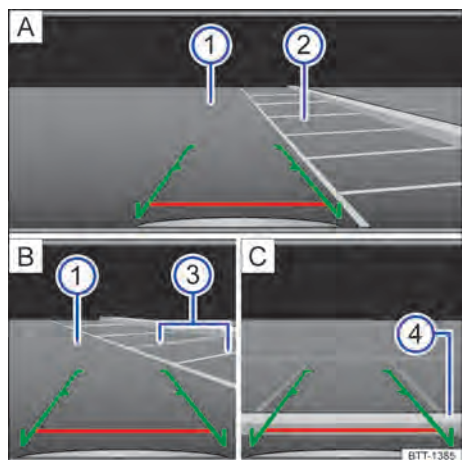

Fig. 95 Exibição do display do rádio ou do sistema de navegação: entrar na vaga de estacionamento com a câmera de marcha a ré (representação esquemática).
Legenda para exibição do display → Fig. 95:
2.	Posicionar o veículo na frente da vaga de estacionamento → Fig. 95 A ②.
4.	Conduzir para trás devagar e manobrar de modo que as guias verdes laterais conduzam entre as linhas de delimitação da vaga de estacionamento selecionada → Fig. 95 A ②. Observar a seguinte mensagem: Controlar a trajetória do veículo! → ⚠ em Introdução ao tema na página 115 !
5.	Alinhar o veículo na vaga de estacionamento selecionada de modo que as guias verdes laterais fiquem em cima das linhas de limitação lateral → Fig. 95 B ③.
6.	Parar o veículo o mais tardar ao atingir a guia vermelha horizontal de limitação traseira, por exemplo, meio-fio → Fig. 95 C ④.